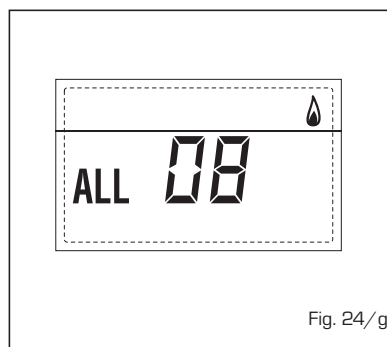

Fig. 24/g
**- ANOMALÍA CIRCULACIÓN AGUA "ALL 09" (fig. 24/h)**